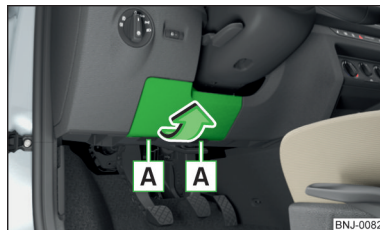

Рис. 201
- Зніміть кришку блоку запобіжників у напрямку стрілки » **Рис. 201.**